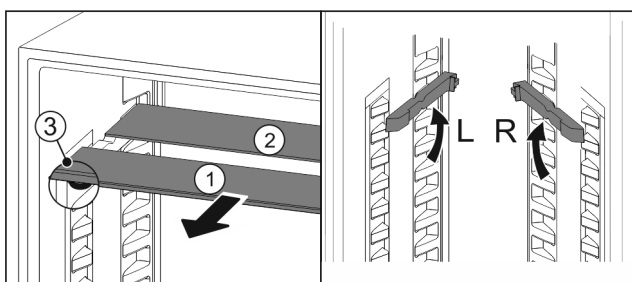

Fig. 19
- ▶ Skleněné desky jednotlivě vytáhněte dopředu Fig. 19 (1).
- ▷ Skleněná deska Fig. 19 (1) s ozdobnou lištou leží vpředu.
- ▷ Zářázky Fig. 19 (3) směřují dolů.